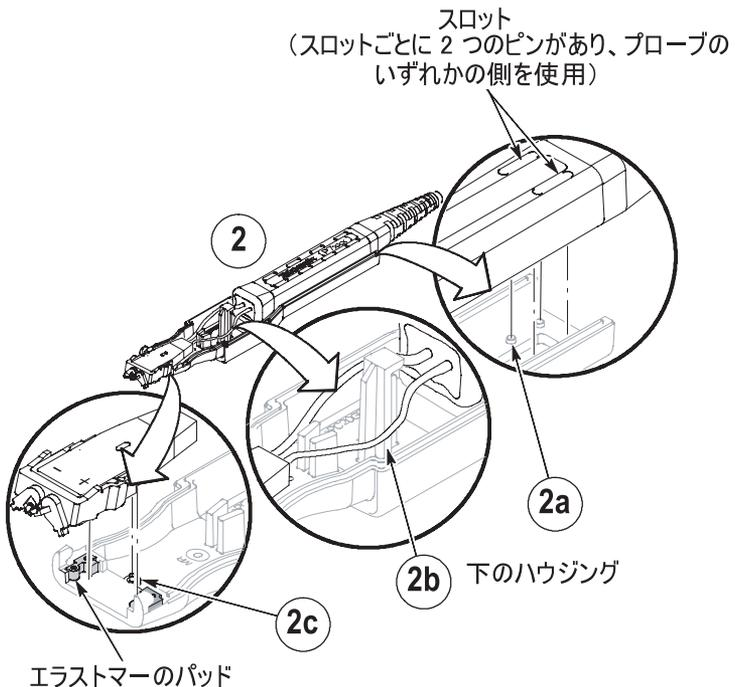
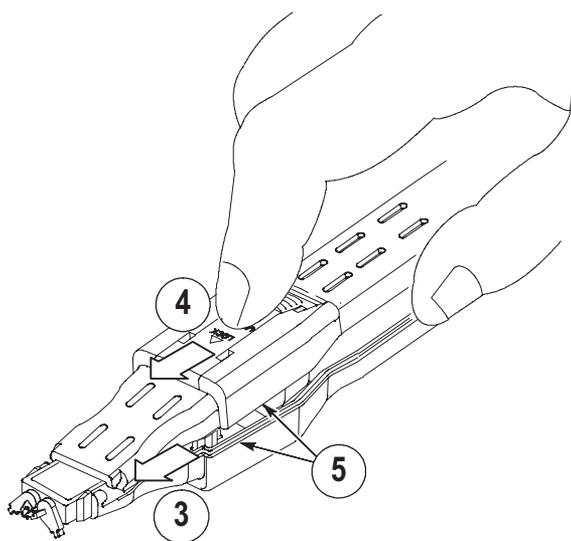

図 15 : ハンドヘルド・アダプタの組み立て
図 16 : ハンドヘルド・アダプタの固定
2. 必要な場合はハンドヘルド・アダプタ・ハウジングを分離し（ラッチの位置については 22 ページの図 16 を参照）、下のハウジングにプローブを装着します。図 15 を参照してください。
5. 上のハウジングのラッチを前方にスライドさせ、ハウジングを所定の位置に固定します。図 16 を参照してください。
**注：**ハンドヘルド・アダプタが正しく組み立てられると、ハンドヘルド・アダプタのノーズ部分にあるエラストマーのパッドによって（図 15 を参照）、プローブ・チップへの圧力が大きすぎない限り、圧力が均等に分散します。プローブ・チップで圧力が均等に分散すると、差動測定で 2 つの相互接続ポイントを接続しやすくなります。